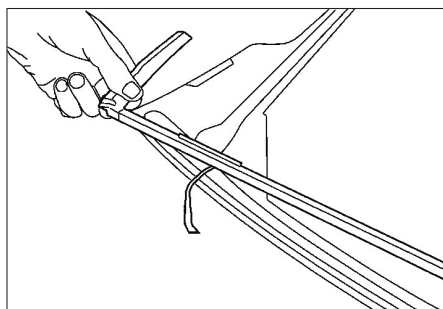

FIG. 82
- commencer par décoller partiellement dans les angles les languettes protectrices d'adhésif (Fig.82)